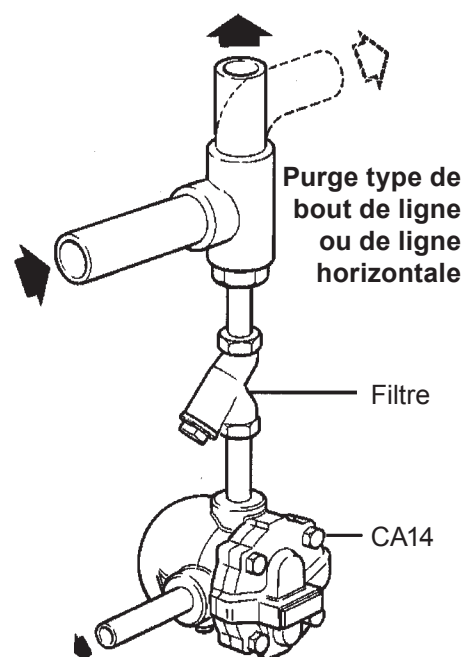

Fig. 5
Le purgeur doit être monté sur une tuyauterie horizontale, avec l'entrée sur le dessus afin que le flotteur puisse monter et descendre librement dans un plan vertical. Des installations typiques sont représentées sur les figures 5, 6 et 7.
**Nota :** La fig. 5 montre une installation sans tube d'équilibre.